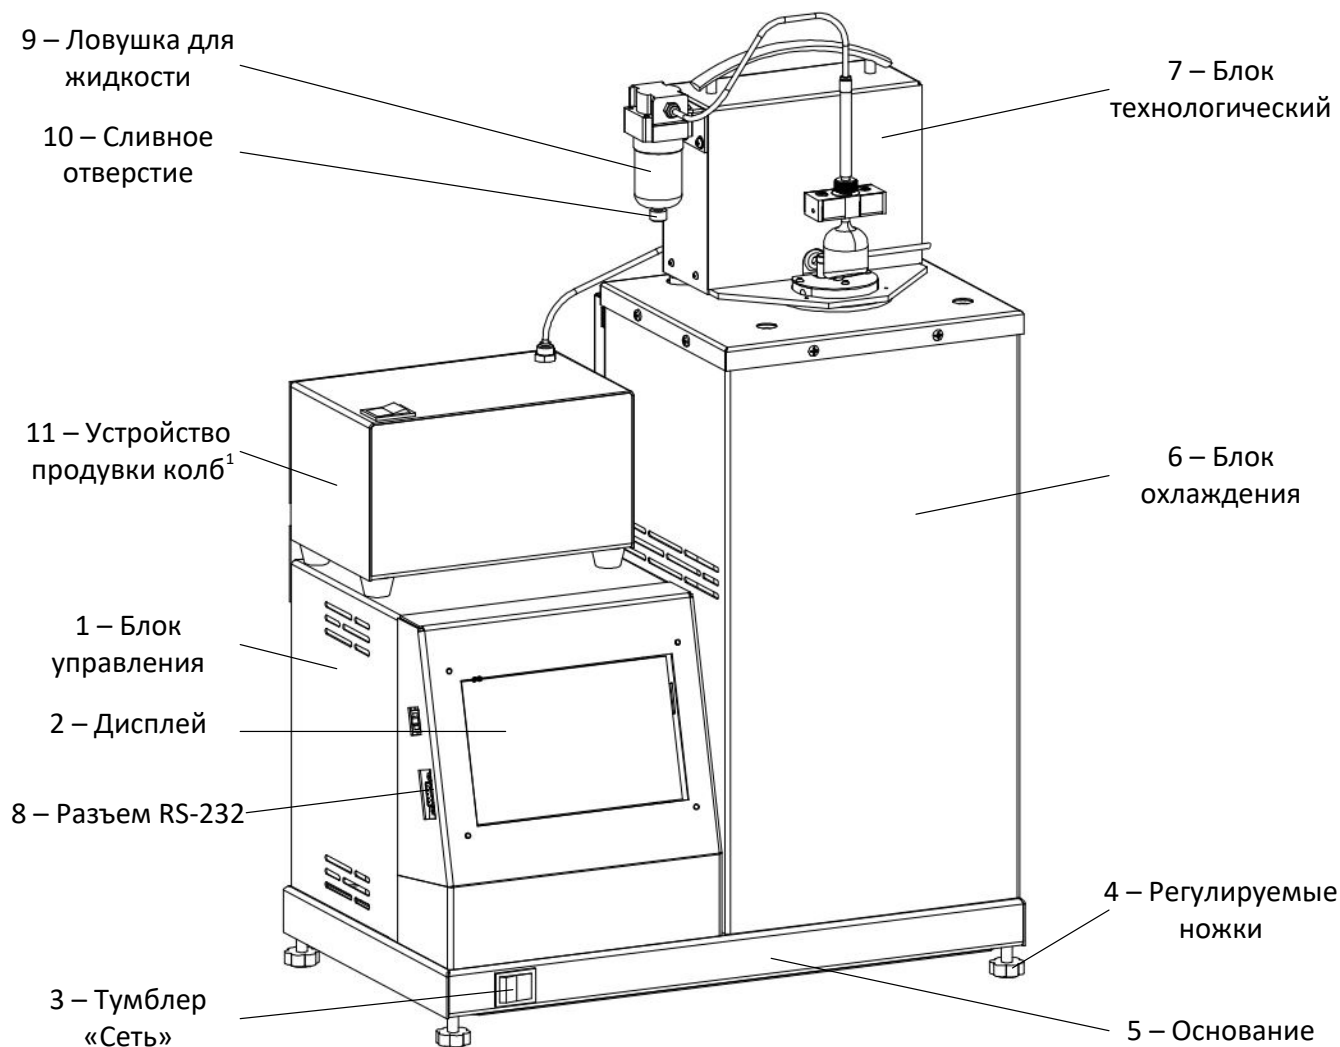

Рисунок 1 – Общий вид аппарата
- поверхность установки должна быть горизонтальной, в противном случае, вращением регулируемых ножек (рисунок 1 на странице 4) необходимо добиться горизонтального положения аппарата с помощью уровня.
3.3.1 Подключить аппарат к сети питания, включить его тумблером «Сеть» (рисунок 1 на странице 4).
- 3) режим работы аппарата – непрерывный. После окончания работы аппарат выключается тумблером «Сеть» (рисунок 1 на странице 4);
Для осуществления сушки также может использоваться устройство продувки колб (рисунок 1, позиция 11). При использовании этого устройства сушка идет эффективнее и быстрее. Перед началом использования устройства необходимо соединить его со шлангом, идущим с блока технологического (находится под ловушкой для жидкости). Для начала сушки необходимо включить устройство в сеть и запустить его тумблером, находящимся на корпусе устройства. Для выключения продувки необходимо перевести тумблер в исходное положение. При использовании устройства осуществлять сушку через меню «Обслуживание» не нужно.